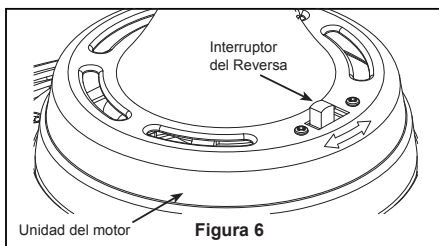

Figura 6
6. Vuelva a colocar la semiesfera en el barral como se indica a continuación. Pase los tres cables de cables de blanco, negro y azul cable de soporte para techo a través de la semiesfera. Pase el pasador a través de los dos orificios en el barral y alinee la semiesfera de modo que el pasador quede atrapado en la ranura de la parte superior de la misma. Empuje la semiesfera hacia arriba, bien ajustada contra el pasador. Ajuste firmemente el tornillo de fijación en la semiesfera. Si el tornillo de fijación está flojo, podría provocar oscilación del ventilador. (Figura 6)
6. Si quiere que el flujo del aire vaya en la dirección opuesta, apague el ventilador y espere a que las palas dejen de moverse. Deslice el interruptor de reverso ubicado en la unidad del motor a la posición opuesta y encienda de nuevo el ventilador. (Figura 6)